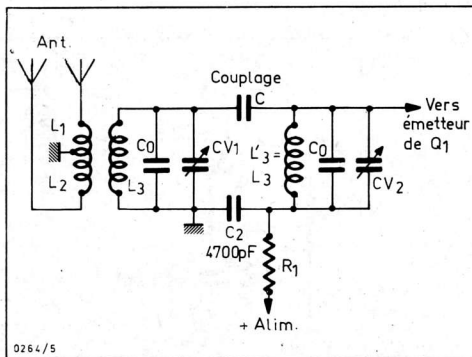

FIG. 5
- 3° La liaison d'entrée est à présélecteur à deux circuits à accord variable, tandis que celle entre HF et mélangeur est à large bande, donc à accord fixe (voir Fig. 5).